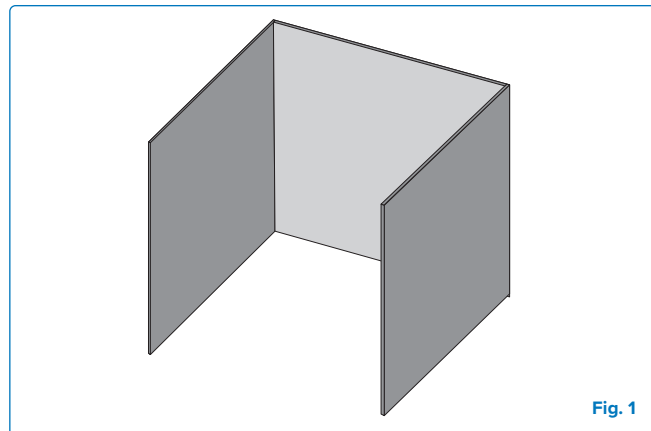

Fig. 1
- Un appareil est considéré comme étant en plein air s'il est installé avec un abri comportant des murs sur trois côtés, mais sans couverture au-dessus. (**Fig 1**)